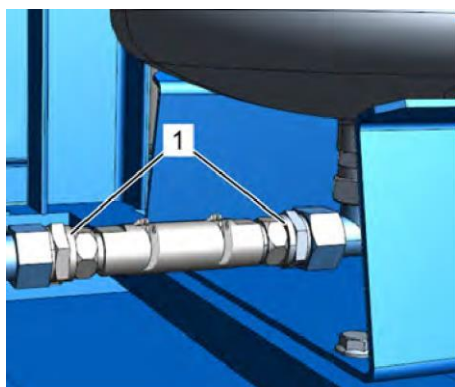

Рис. 54: Анод протекторной защиты
6. ➤ Отсоедините два резьбовых соединения анода протекторной защиты (Рис. 54/1).
9. ➤ Приклейте оба резьбовых соединения на аноде протекторной защиты (Рис. 54/1) при помощи средства LOCTITE® 577 и закрутите их.